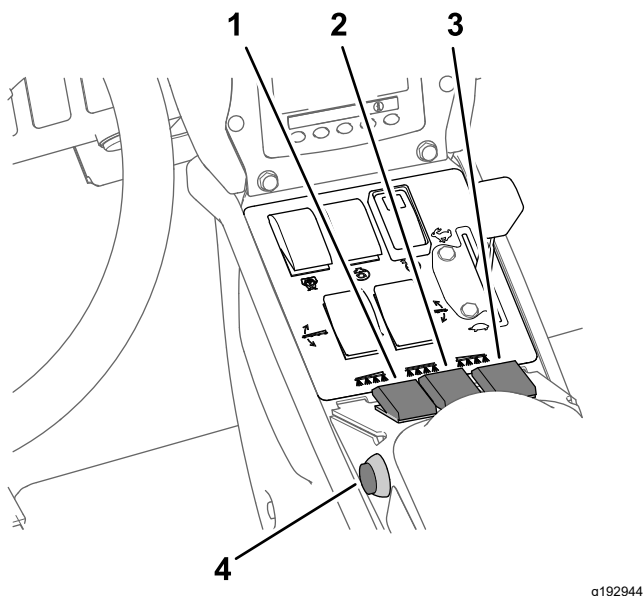

Figura 41
7. Impostate l'interruttore (o interruttori) delle sezioni di irrorazione in posizione di ACCENSIONE (**Figura 41**).
10. Guidate alla velocità desiderata e poi impostate l'interruttore principale delle sezioni in posizione di ACCENSIONE per iniziare a irrorare (Figura 41).
3. Impostate l'interruttore principale delle sezioni in posizione di SPEGNIMENTO; fate riferimento alla Figura 41 in Irrorazione in modalità tasso di applicazione (pagina 38).
7. Impostate gli interruttori delle singole sezioni, come opportuno, in posizione di ACCENSIONE; fate riferimento alla Figura 41 in Irrorazione in modalità tasso di applicazione \(pagina 38\).
9. Guidate alla velocità desiderata e poi impostate l'interruttore principale delle sezioni in posizione di ACCENSIONE per iniziare a irrorare; fate riferimento alla Figura 41 in Irrorazione in modalità tasso di applicazione \(pagina 38\).